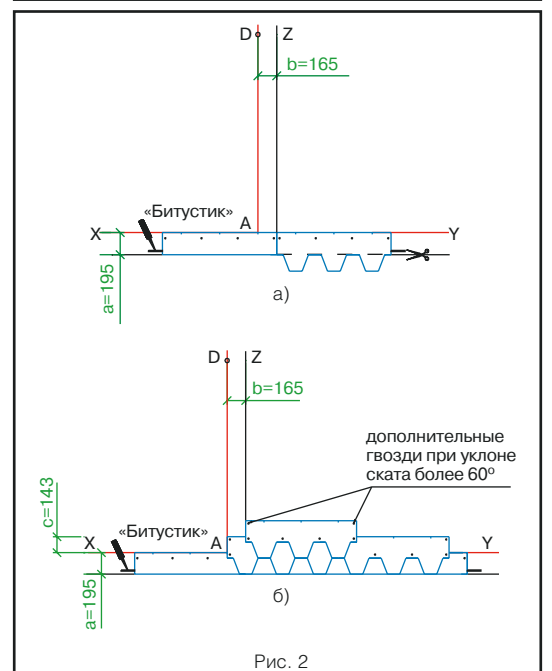

Рис. 2
Укладка материала (рис. 2)
- Начальный ряд формируется из листов черепицы НОРДИК с обрезанными лепестками. Полученные таким образом полосы шириной 19,5 см укладываются по линии карниза в обе стороны от линии Z (рис. 2а) и фиксируются по нижнему краю битумной мастикой «Битустик», а по верхней кромке 4 гвоздями (ось гвоздей на 5 см ниже верхнего края полосы);
- далее первый ряд черепицы укладывается от линии AD (рис. 2б);
- второй ряд укладывается от линии Z (со смещением 16,5 см от AD) (рис. 2б);
Каждый лист гибкой черепицы НОРДИК крепится 4 гвоздями таким образом, чтобы гвоздь прошивал и верхний край низлежащего листа черепицы (рис. 2б).